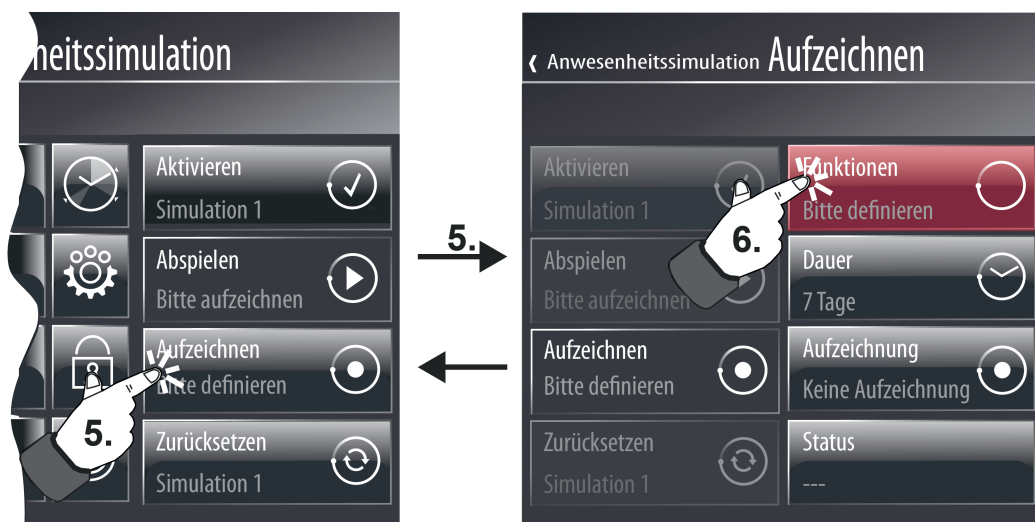

Bild 98: Beispiel einer Anzeigeseite zum Öffnen des Dialoges zur Auswahl von Funktionen (rechts)
Das Auswählen der Funktionen einer Simulation ist möglich, wenn die Bedienfläche (C) gedrückt wird (5.). Das Display zeigt danach 4 weitere Bedien- und Anzeigeelemente an (Bild 98).